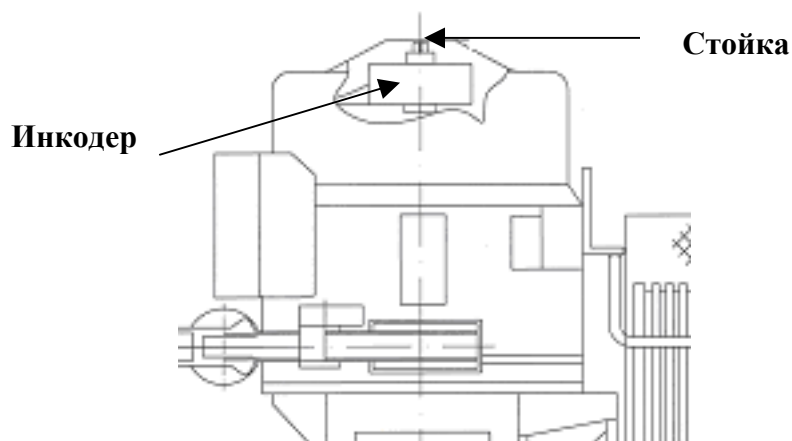

Рис. 9
1. Лебедки исполнения В14, В15, В16 (лебедки для лифтов со скоростью 1.6 м/с) комплектуются инкодером для частотного регулирования, установленного на стойке, которая одновременно служит для установки съемного штурвала ручного перемещения кабины (рис.9).